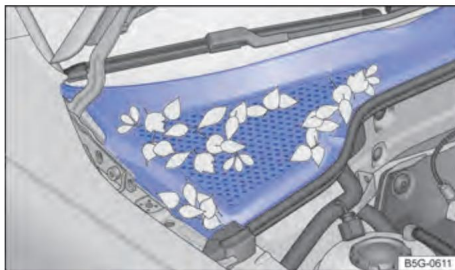

Figure. 177 Entre compartiment moteur et pare-brise : réservoir d'eau (représentation schématique).
- Le bac de récupération d'eau est situé sur le compartiment moteur, entre le pare-brise et le moteur et sous un couvercle perforé → fig. 177. L'air ambiant est aspiré du collecteur d'eau à l'intérieur du véhicule par le système de chauffage et de ventilation ou la climatisation.